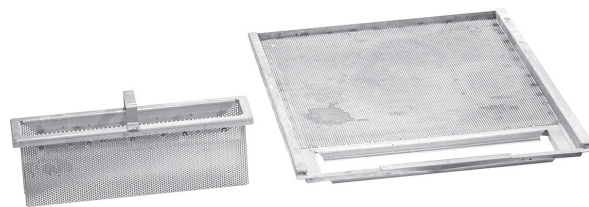

Figura 1
- Todas las bandejas coladoras y los canastos para desechos deben estar correctamente instalados en cada sección (Figura 1).